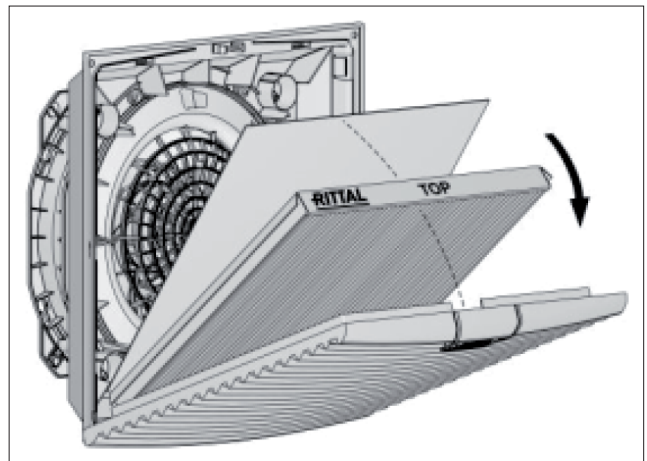

Imagen 9: Instalación del filtro con pliegues IP 55
- Solo para IP 55: coloque el vellón absorbente suministrado con el filtro con pliegues IP 55 sobre el filtro ya instalado (ver imagen 9). La posición de montaje del filtro de absorción es indiferente.